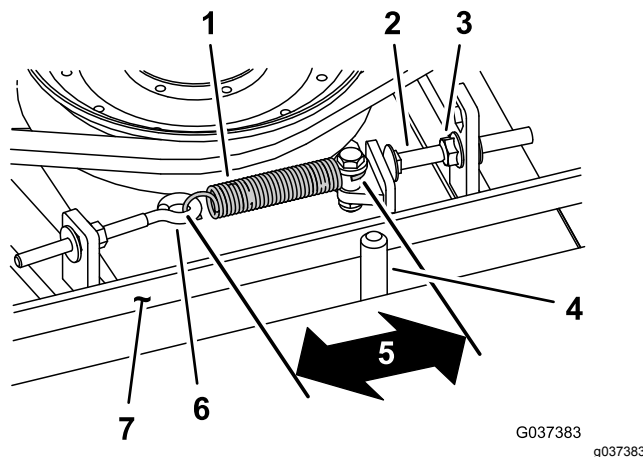

Figura 101
Cuando está correctamente tensado, la longitud en el interior del muelle de extensión (entre ganchos) debe ser de 8,3 cm a 9,5 cm aproximadamente. Una vez que haya obtenido la tensión correcta del muelle, ajuste el perno de tope (perno de cuello cuadrado) hasta que quede aproximadamente 2–5 mm de holgura entre la cabeza del perno y el brazo tensor (Figura 101).
Nota: Asegúrese de que la correa está colocada en el lado del muelle de la guía de la correa (Figura 101).
2. Afloje el perno de ojal (Figura 101).
3. Afloje la tuerca con arandela prensada que fija el perno de tope a la pestaña de montaje, y aparte la polea tensora de la correa (Figura 101).
9. Conecte el muelle de extensión (Figura 101) al perno de ojal y tense la correa de la siguiente manera: